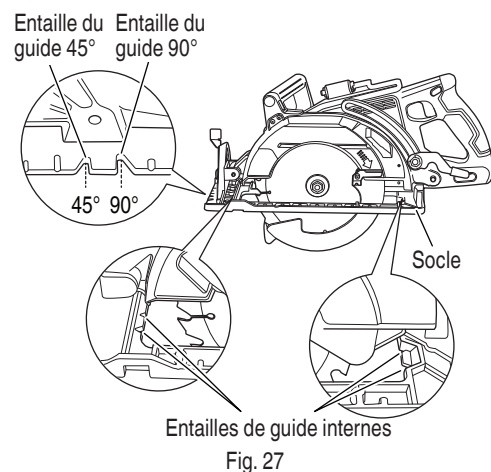

Fig. 27
De plus, la scie a les entailles de guide internes situées sur l'intérieur du socle comme illustré à la Fig. 27 pour maintenir la coupe droite.
Si le socle est incliné (45 degrés), utiliser le côté gauche de l'encoche (Fig. 27).
- (4) Incliner la scie vers l'avant et aligner l'encoche (Fig. 27) sur la ligne de guidage pré-marquée.
- (5) Relâcher le levier. Lorsque la protection inférieure entre en contact avec la surface de la pièce, elle sera dans la bonne position pour s'ouvrir librement lorsqu'on commencera à couper.
- (6) Tout en tenant la scie en position, avec la lame sans contact avec la surface de la pièce, enclencher la gâchette.
- (7) Lorsque la scie a atteint sa vitesse de régime, abaisser progressivement l'extrémité arrière de la scie jusqu'à ce que le socle repose sur la surface de la pièce.
- (8) Avancer la scie le long de la ligne de coupe jusqu'au coin.
- (9) Relâcher la gâchette et laisser la lame complètement s'arrêter avant de retirer la lame de la pièce.
- (10) Utiliser une scie sauteuse ou une scie à main pour parfaire la coupe des coins.
- (11) Chaque fois qu'on commence une nouvelle coupe, recommencer les opérations ci-dessus.